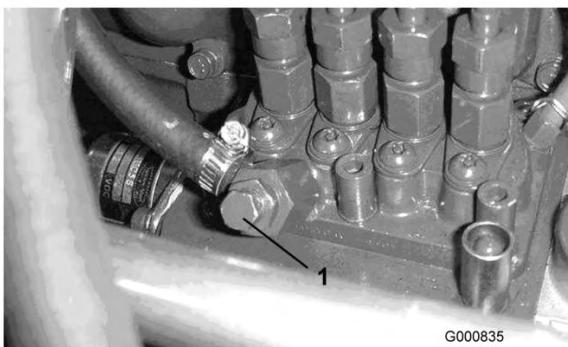

図 38
5. 燃料噴射ポンプについているエア抜きネジ（図 38）をゆるめる。